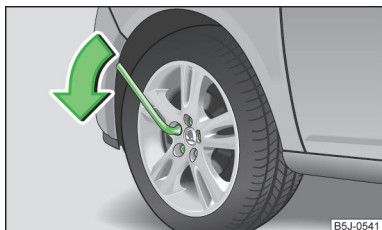

Abb. 148
- Am Schlüsselende fassen und die Schraube etwa **eine** Umdrehung in Pfeilrichtung drehen » Abb. 148.
- Am Schlüsselende fassen und die Schraube entgegen der Pfeilrichtung drehen » Abb. 148, bis diese fest ist.